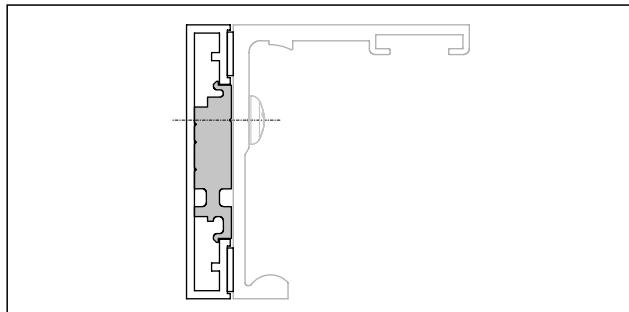
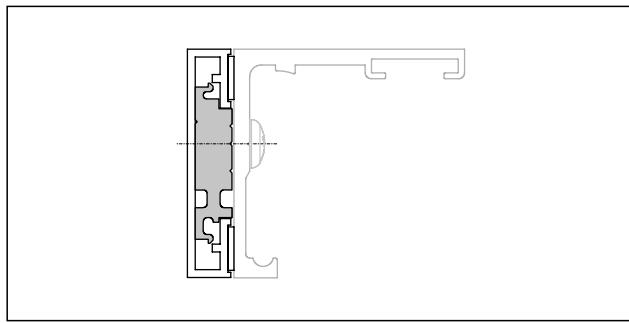
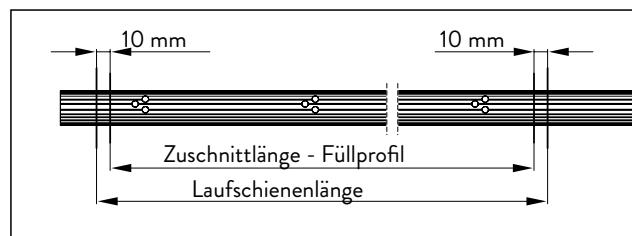

Abb. 8 Einbaurahmen des Futterprofils für MUTO Premium XL80/150, Self-Closing 120 und Telescopic 80
Abb. 9 Einbaurahmen des Futterprofils für MUTO Comfort L 80
Abb. 12 Markierungen versetzen
- Je nach MUTO-Schiebetürsystem, das Futterprofil seitlich in das Gegenprofil einschieben (Abb. 8, Abb. 9 oder Abb. 12).
- Die Markierungen auf dem Füllprofil rechts und links um 10 mm nach innen versetzen (Abb. 12).
Das Füllprofil muss 20 mm kürzer sein als das Gegenprofil und die Laufschiene (Abb. 12).